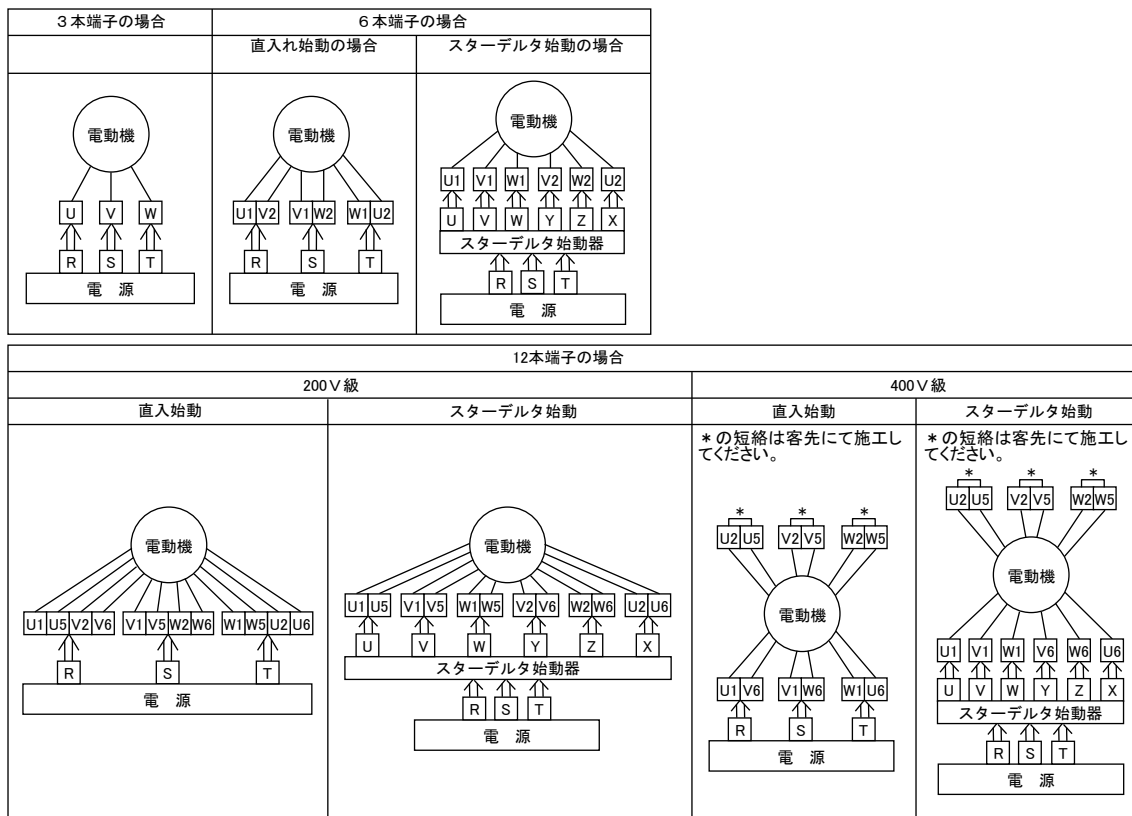

図 7 結線図（負荷側〈Vプーリ側〉から見て左回転の場合）
- (1) 配線は外部結線図を参照して行ってください。電動機の結線は図7を参照して行ってください。回転方向は、負荷側（Vプーリ側）から見て、左回転です。逆回転の場合は図7の電源RとTを入れ替えてください。